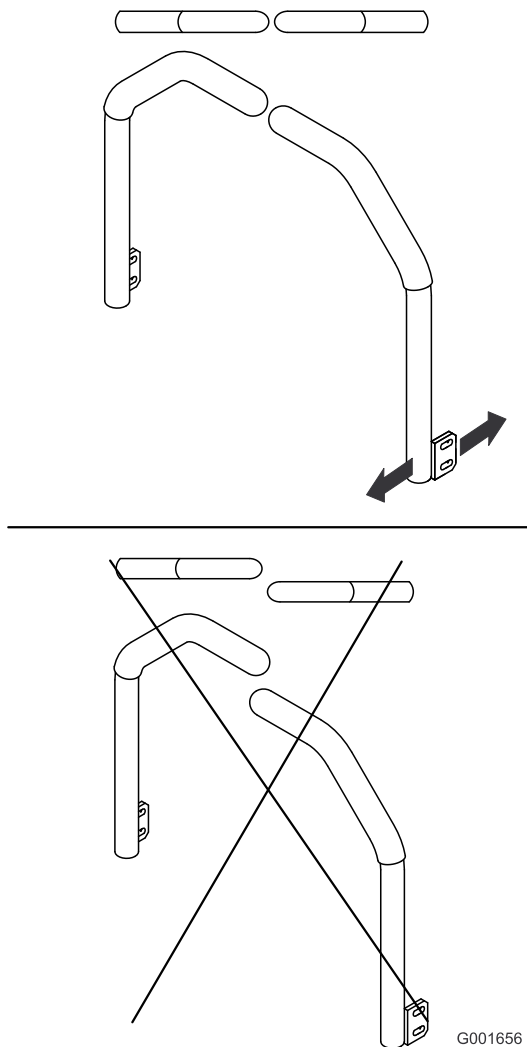

Bild 60
5. Stellen Sie die Fahrtriebshebel so ein, dass sie ausgefluchtet sind und ziehen Sie die Schrauben an, um die Hebel an den Streben zu befestigen (Bild 60).